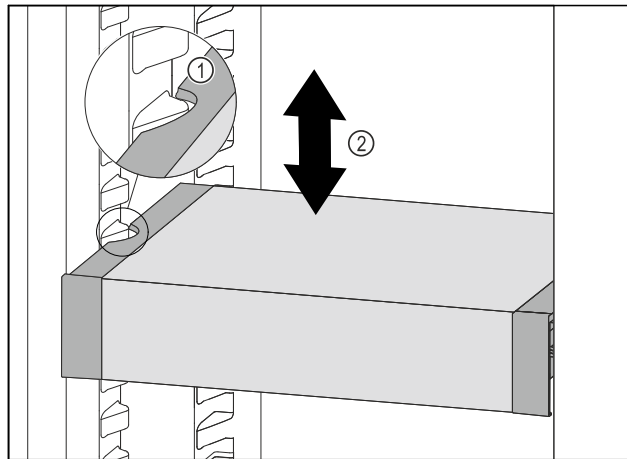

Fig. 60
- ▶ VarioSafe vucite prema naprijed sve dok se bočni otvori VarioSafe ladice ne nađu na visini žlijeba spremnika u hladnjaku. Fig. 60 (1)
- ▶ Pomičite ladicu VarioSafe u hladnjaku prema gore ili dolje sve dok ne dosegnete željenu visinu. Fig. 60 (2)